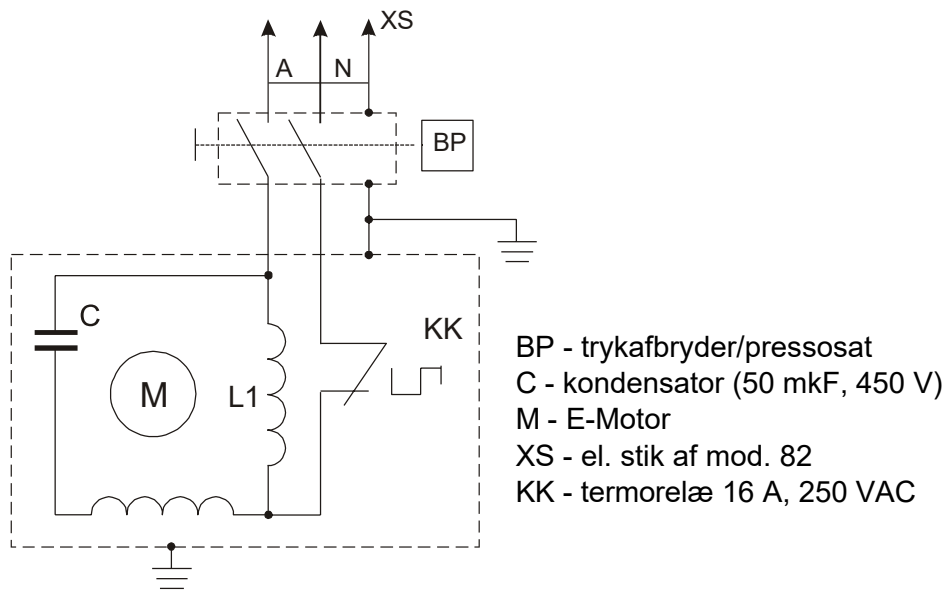

Fig. 5 Kredsløbsdiagram
- 2.5 Fig. 1-4 indeholder billedet af kompressoren, Fig. 5, 6 kredsløbsdiagrammet.